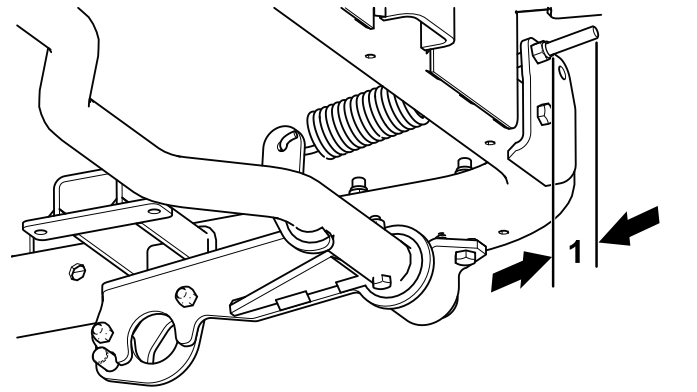

Bild 19
- A. Nehmen Sie die Schraube und die Mutter ab, mit denen die Stange am Schwenkrohr befestigt ist (Bild 19).
- B. Drehen Sie das in Bild 19 dargestellte Kugelgelenk, um die Länge der Stange wie folgt zu ändern: